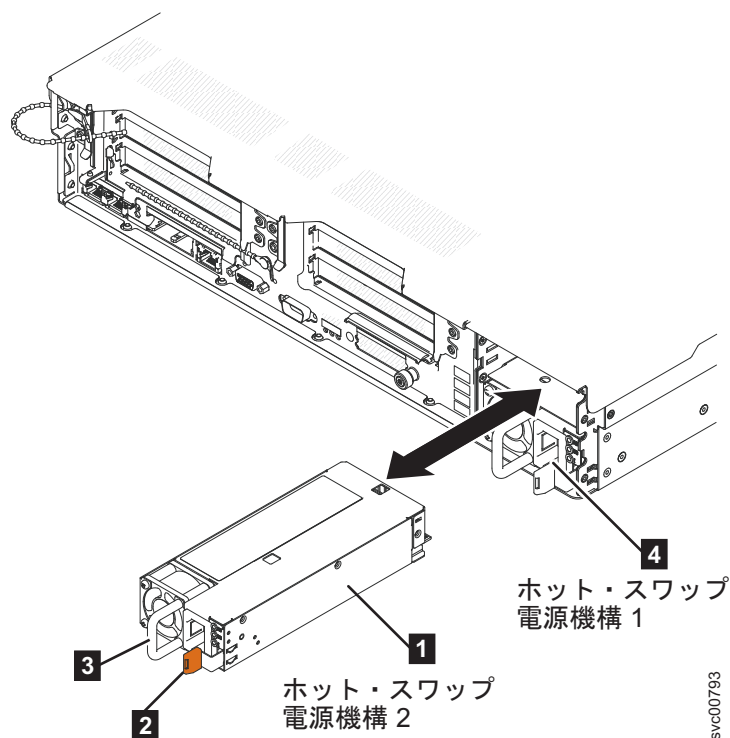

図 202. SAN ボリューム・コントローラー 2145-DH8 電源機構の交換
2. 電源機構の背面のハンドルをつかみ、図 202 に示すように、所定の位置でカチッと音がするまで、電源機構を前方にスライドさせてノードに完全にはめ込みます。電源コードが電源機構コネクタにしっかり接続されていることを確認します。